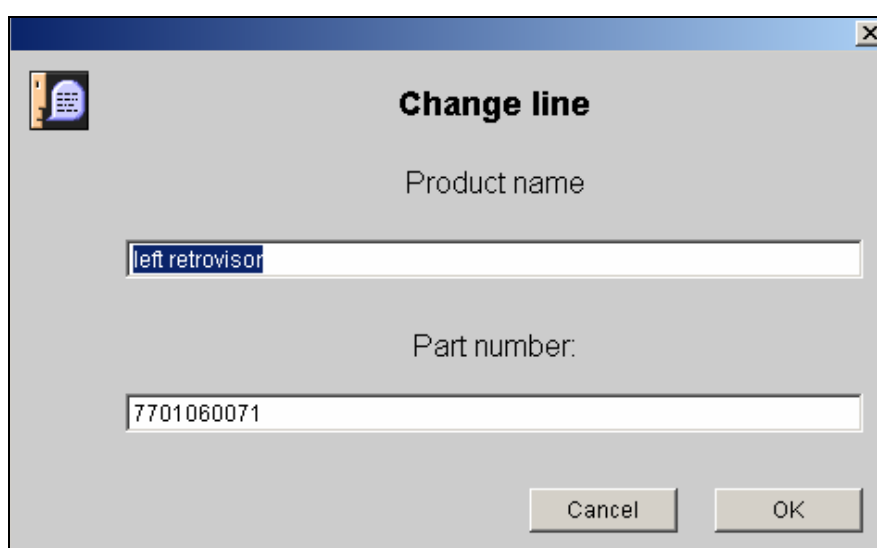

Рис. 3: Изменить складской №:
- Щелкните в списке текущих складских номеров там, где находятся подлежащие изменению строки и щелкните на кнопке **"Изменить"**. Открывается диалоговое окно (рис. 3).